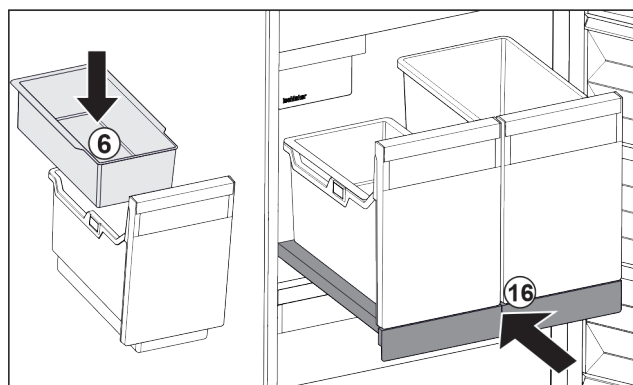

Fig. 107
- ▶ Sæt holderen i døren Fig. 107 (6) til isterninger i.
- ▶ Skub udtrækshylden med beholderne (IceTower) ind. Fig. 107 (16)